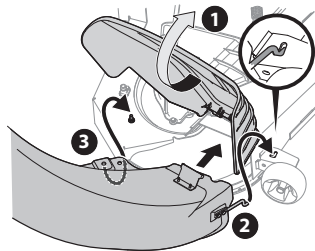

Figura 22
2. Levante el canal de descarga (1) en la Figura 22 de la plataforma y sosténgalo mientras ubica el canal de la embolsadora sobre la abertura del canal de descarga.
3. Inserte la varilla de montaje del canal de la embolsadora (2) en el orificio que se encuentra en el montaje de la rueda de la plataforma, como se ilustra en el recuadro de la Figura 22.
4. Pivotee el canal de la embolsadora hacia atrás hasta que el orificio en el canal de la embolsadora se alinee con el pasador de plataforma. Mueva el canal de la embolsadora para abajo hacia ese pasador, como se ilustra en el número 3 de la Figura 22.